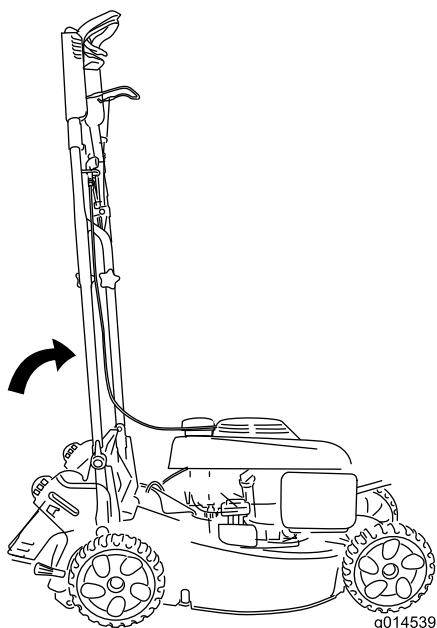

Figura 28
- Per il rimessaggio della macchina che occupi il minor spazio in piano possibile, sistemate la stegola in posizione verticale (Figura 28) e serrate i fermi.